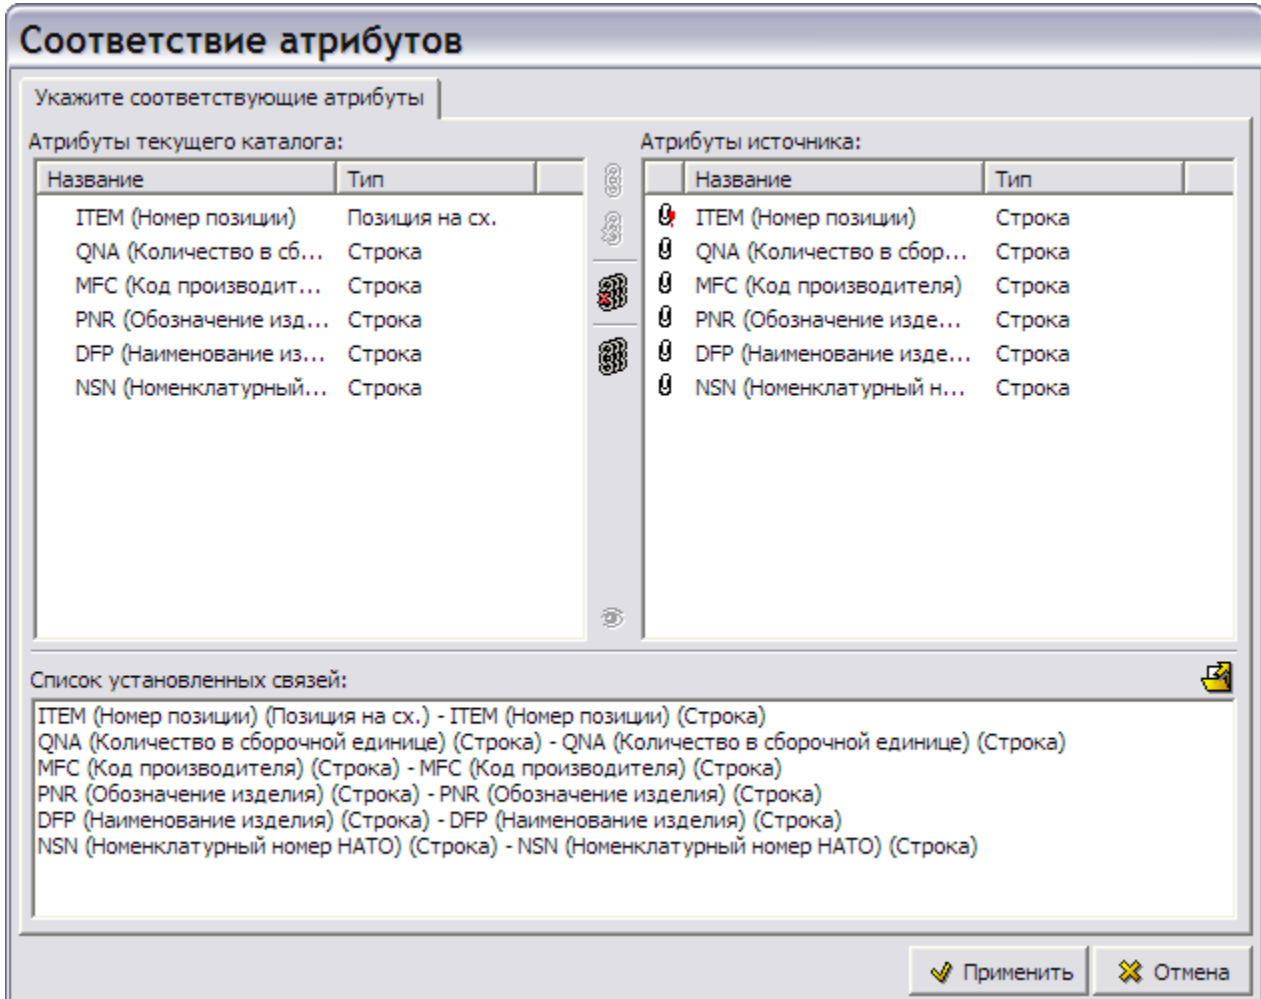

Рис. 6.34
10. Инструмент **Автоматическое связывание атрибутов**  применяется для ускорения процесса связывания атрибутов на основании совпадения названий. При этом в нижнем окне **Список установленных связей** появится список связей (Рис. 6.34).